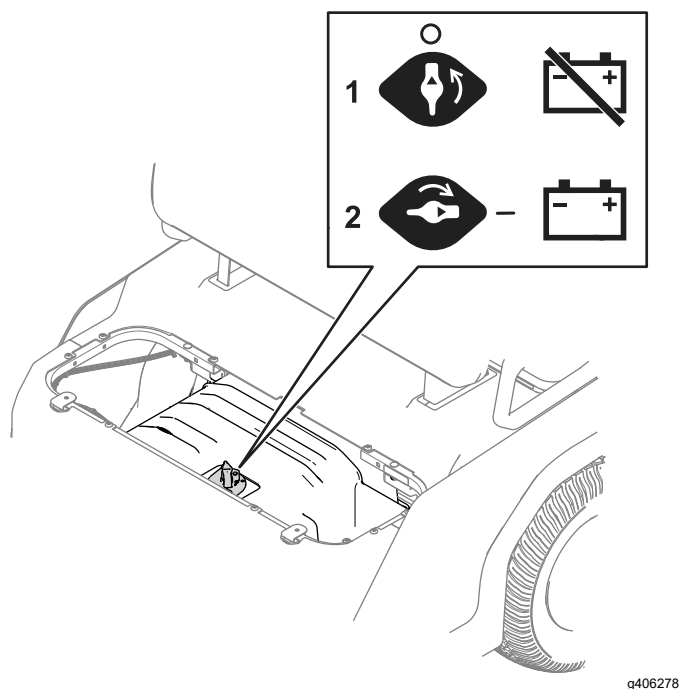

図 34
3. 図 34 のように、バッテリー遮断スイッチを希望位置にセットする。